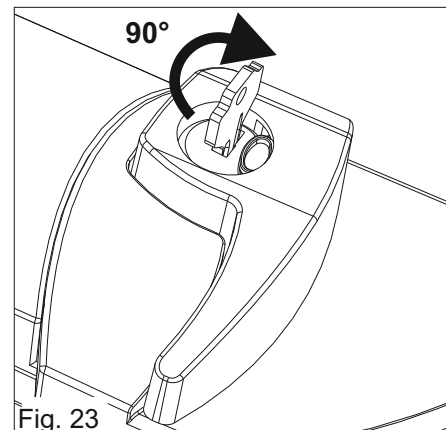

Fig. 23
- 2) Insertar la llave de desbloqueo y girar de 90° en sentido horario (Fig. 23)